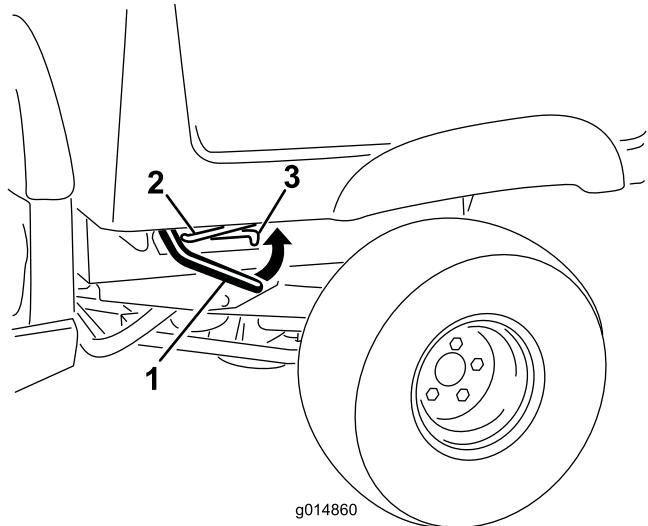

Figura 1
1. Levante a alavanca de bloqueio de cada lado, perto do canto dianteiro da caixa de carga e levante totalmente a caixa (Figura 1).
2. Fixe a caixa de carga puxando a barra de apoio para o bloco traseiro, na extremidade da ranhura que se encontra na estrutura esquerda da máquina (Figura 1).
9. Levante a alavanca de bloqueio de cada lado, perto do canto dianteiro da caixa de carga (Figura 1).